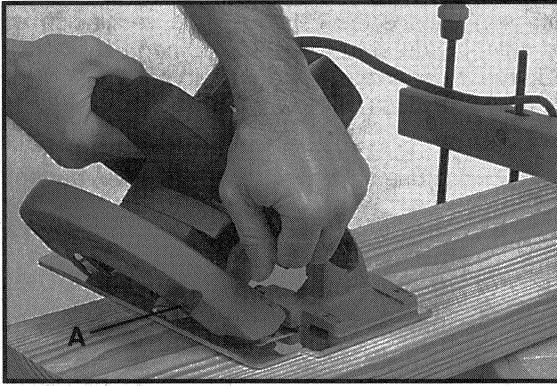

Fig. 11
El corte angular (corte en bisel) se hace de la misma manera que el corte transversal o el corte longitudinal. La única diferencia es que el disco está a un ángulo entre 0° y 45°, como está ilustrado en la Fig. 11.
**PRECAUCION:** Use la agarradera (palanca) (A) Fig. 11, montada en el protector (guarda) telescópico para abrirlo manualmente.